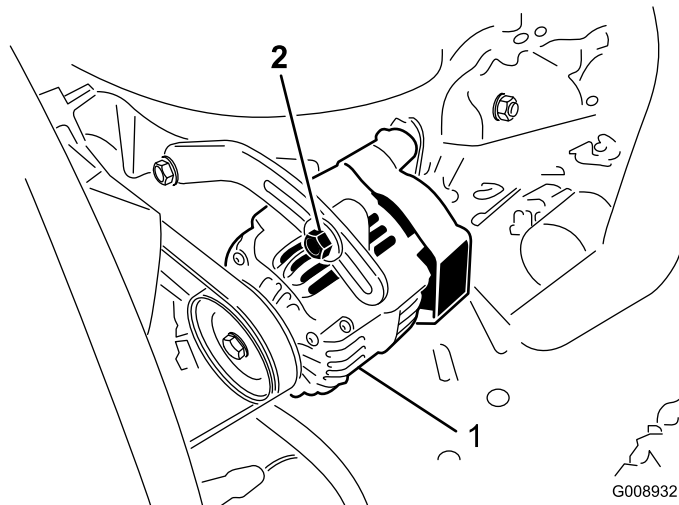

Figure 74
Vérifiez l'état et la tension des courroies (Figure 74) toutes les 100 heures de fonctionnement.
2. Si vous n'obtenez pas une flèche de 10 mm (3/8 po), desserrez les boulons de fixation de l'alternateur (Figure 74). Augmentez ou diminuez la tension de la courroie et resserrez les boulons. Contrôlez de nouveau la flèche de la courroie pour vérifier si la tension est correcte.